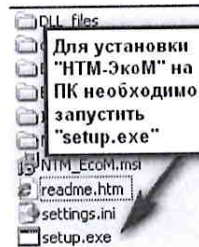

Рисунок 5
8.2.4.2 Запустить файл setup.exe, записанный на CD (рисунок 5) и следовать дальнейшим инструкциям на экране ПК (нажимать кнопку 'Далее').